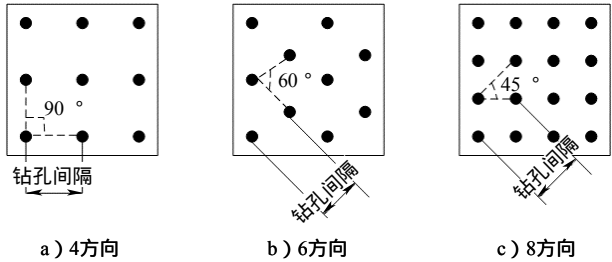

图 7-64 钻孔模式
- 【钻孔模式】：限制插铣式粗加工的加工方向，如图 7-64 所示。